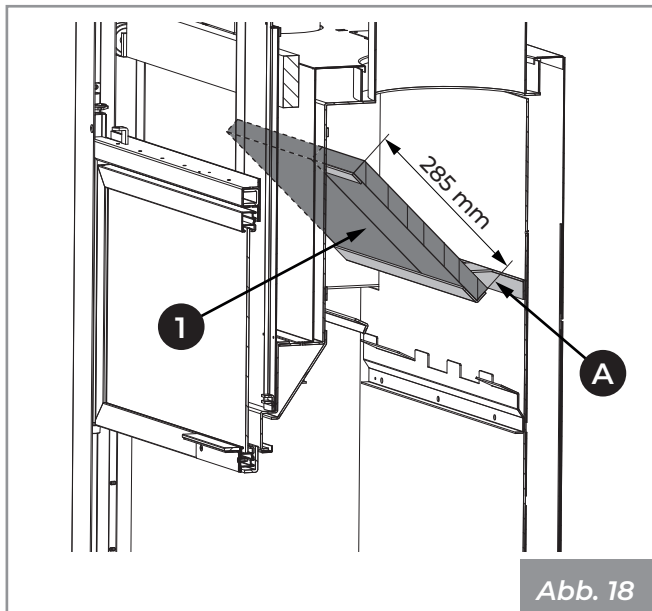

Abb. 18
- 2) Positionieren Sie die Platten (1), indem Sie sie auf die entsprechenden Halterungen (A) (Abb. 18) stellen.